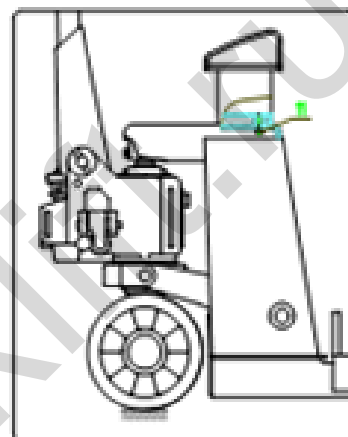

Рис. 6
10. Стойка безмена должна быть установлена так, как показано на рис. 6 и должна быть выравнена с фиксированными отверстиями.
11. Используйте три шурупа 11, чтобы закрепить стойку безмена как показано на рис. 6.